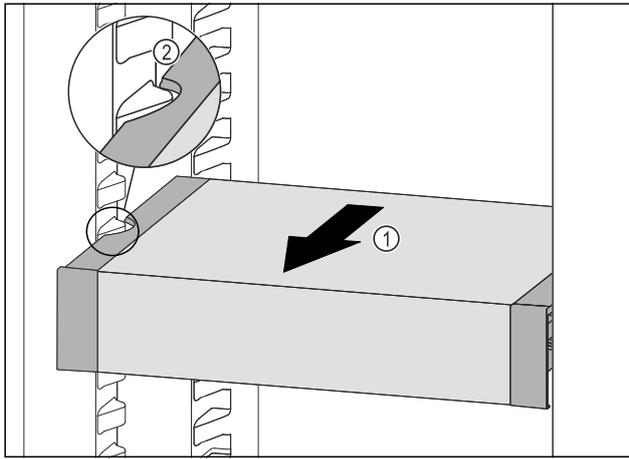

Fig. 113
- Tire del VarioSafe hacia delante Fig. 113 (1) hasta que los huecos laterales del VarioSafe se encuentren a la altura de la nervadura del recipiente en el compartimento del frigorífico. Fig. 113 (2)